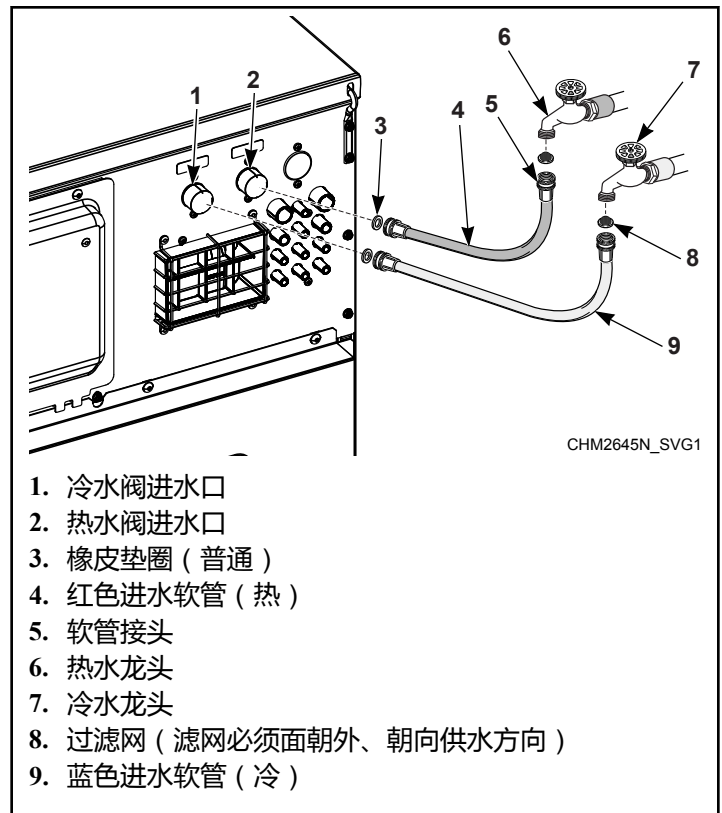

图 29
1. 在安装软管前，至少冲洗连接本机与建筑供水系统的阀门两(2) 分钟。
3. 在进水软管一侧安装一(1)个普通橡皮垫圈，另一侧安装一(1)个过滤网。滤网必须面朝外、朝向供水方向。参见 图 29。